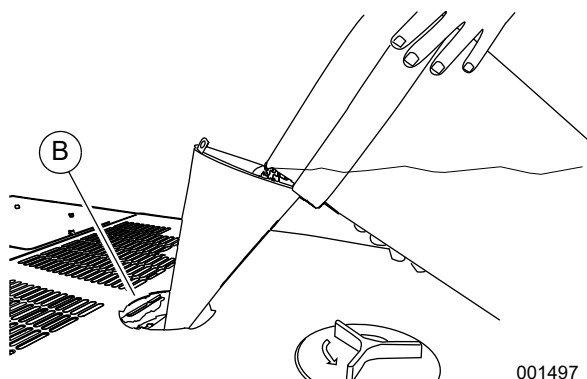

Figure 5-15. Remplissage du circuit de refroidissement
14. Voir la Figure 5-15. Insérez un entonnoir dans le col de remplissage du radiateur (B). Voir la Vidange/rinçage du circuit de refroidissement.